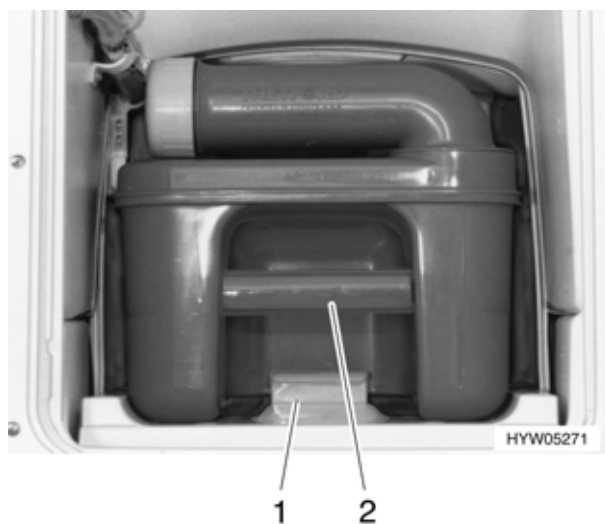

Fig. 153 Rimozione della cassetta Thetford
- Sbloccare la sicurezza (Fig. 153,1) ed estrarre la cassetta Thetford (Fig. 153,2).